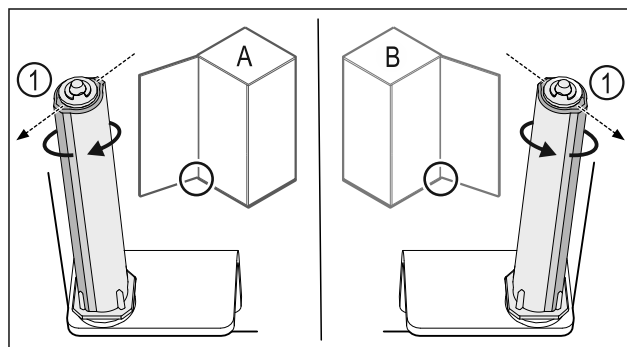

Fig. 45 Левое навешивание (A) / правое навешивание (B)
- ▶ Поворачивайте систему закрытия, преодолевая сопротивление до тех пор, пока ее ребро Fig. 45 (1) не будет направлено наружу.